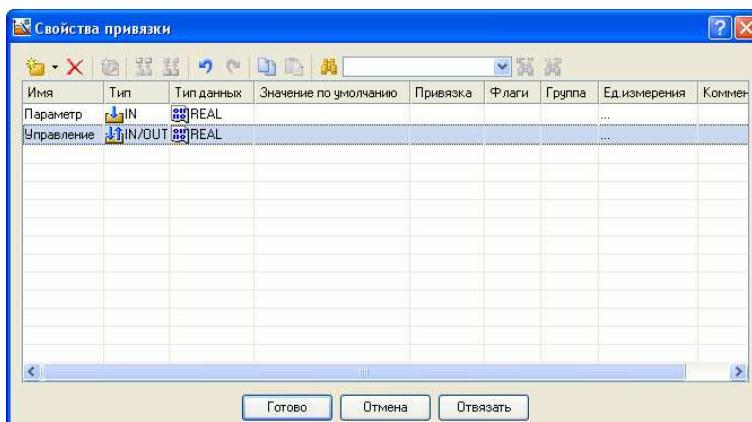

Рис. 4.5
4.4.2.5. Натисненням ЛК в полі **Результат** викликати табличний редактор аргументів. Створити ще один аргумент і задати йому ім'я **Управління**. Змінити тип аргументу на **IN/OUT**, кнопкою **Готово** підтвердити прив'язку атрибуту ГЕ до цього аргументу (див. рис. 4.5).